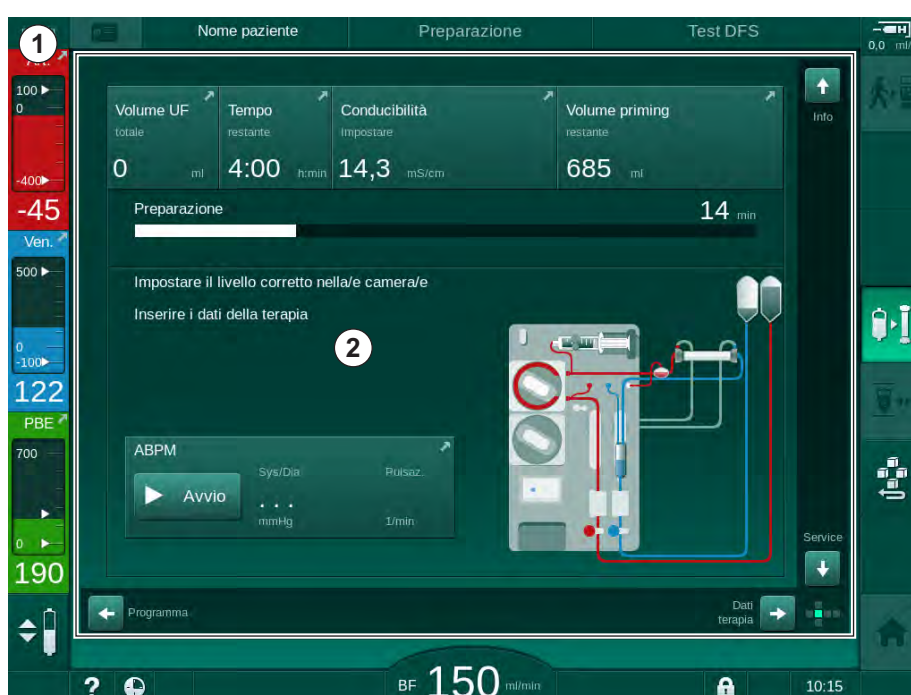

Fig. 3-11 Cornice e videata (lato del cubo)
La cornice (Fig. 3-11, ①) è un'area fissa situata intorno alla videata ② del lato corrispondente del cubo. Essa mostra le informazioni essenziali in funzione della fase di funzionamento dell'apparecchiatura e della fase del trattamento, e contiene varie icone.